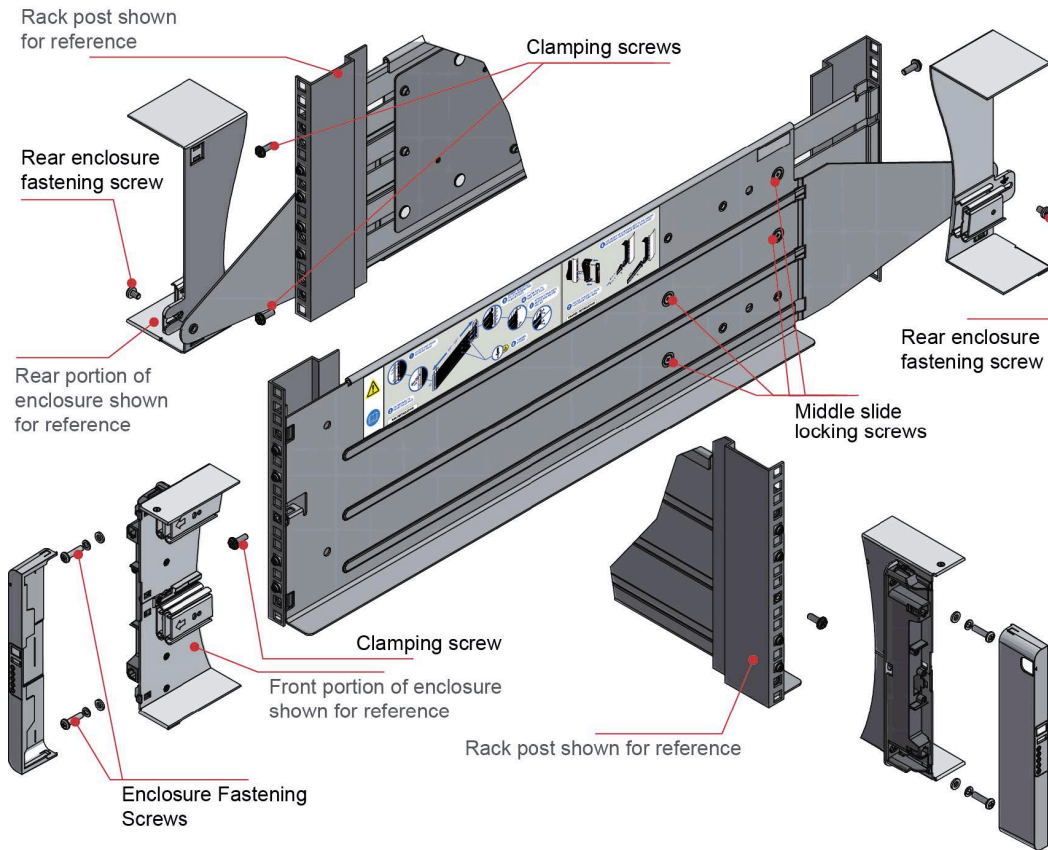

Figura 2. Montaje del sistema en un bastidor (solo riel izquierdo)
2. Localice las patillas de posición del riel dentro de la parte frontal del bastidor y alargue el juego de rieles para que se puedan localizar las patillas de posición posteriores. Asegúrese de que las patillas estén introducidas completamente en los orificios cuadrados o redondos de los puestos del bastidor (consulte Figura 2).
5. Apriete la parte frontal del alojamiento mediante los tornillos y las arandelas de cierre correspondientes (x4) como se muestra en Figura 2.